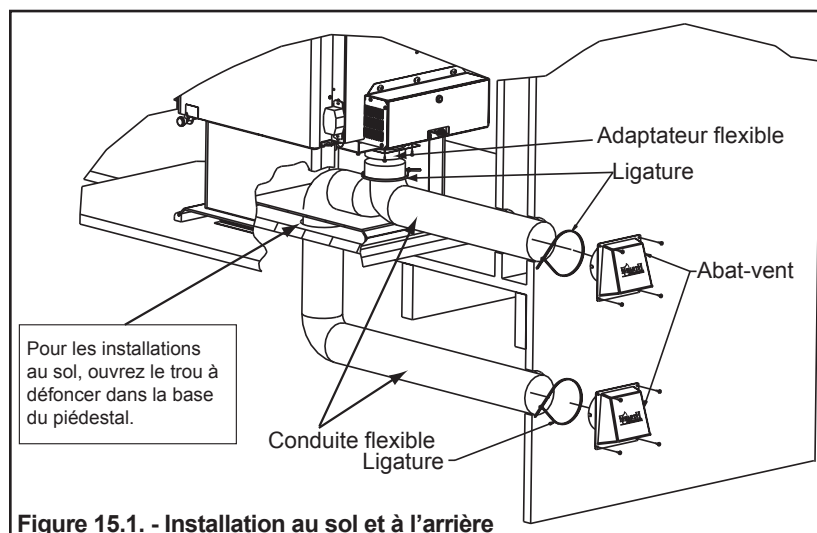
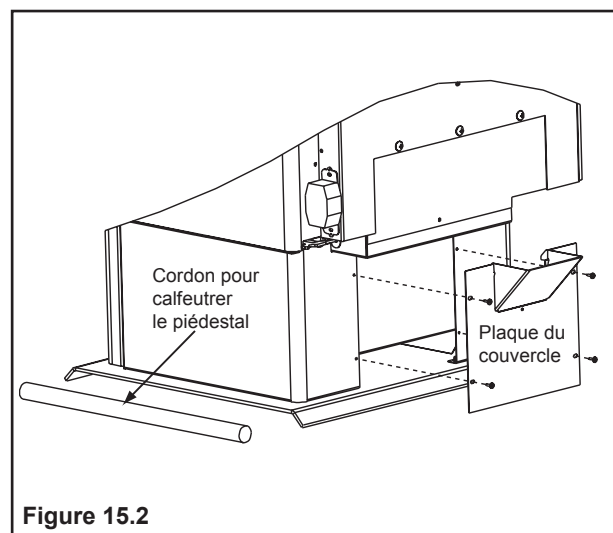

Figure 15.1. - Installation au sol et à l'arrière
Figure 15.2
**Le kit OAK-ACC inclut** un abat-vent, (2) ligatures, un adaptateur flexible et des attaches
**Le kit SRV7033-041 inclut:** la plaque de recouvrement et le cordon d'étanchéité (voir l'autre type d'installation au sol ci-dessous, **figure 15.2**)
2. Utilisez un tournevis à tête cruciforme no 2 pour fixer l'adaptateur flexible à l'appareil au moyen de 4 vis. **Figure 15.1**
la **figure 15.1**. Dans ce cas, vous devrez commander le kit SRV7033-041 qui inclut la plaque de recouvrement et le cordon d'étanchéité illustrés à la **figure 15.2**. Le but est d'étanchéifier le piédestal pour que l'air de la pièce ne puisse pas s'infiltrer dans le piédestal.